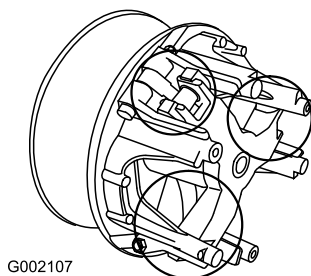

Bild 47
5. Schmieren Sie die beweglichen Teile in den Bereichen, die in Bild 47 eingekreist sind, mit Toro Dry Lubricant Spray ein. Sie erhalten den Spray von Ihrem Toro Vertragshändler oder Distributor.